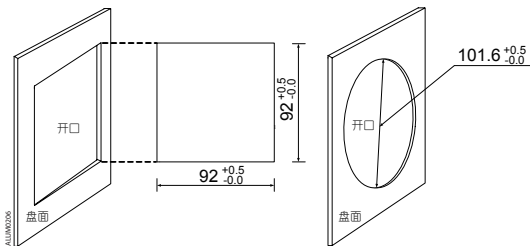

图2-5 开口尺寸
1、首先，在欲安装仪表的盘面开DIN或者ANSI标准的安装孔，尺寸见图2-5。单位（mm）